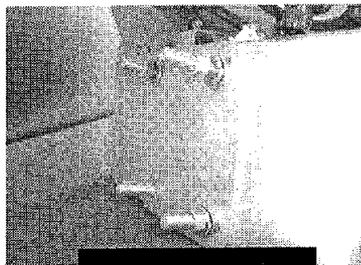

FIG. 4
2. Coloque las abrazaderas tipo omega con sus rondanas y tuercas en el herraje de fijación de la antena. (fig. 4).